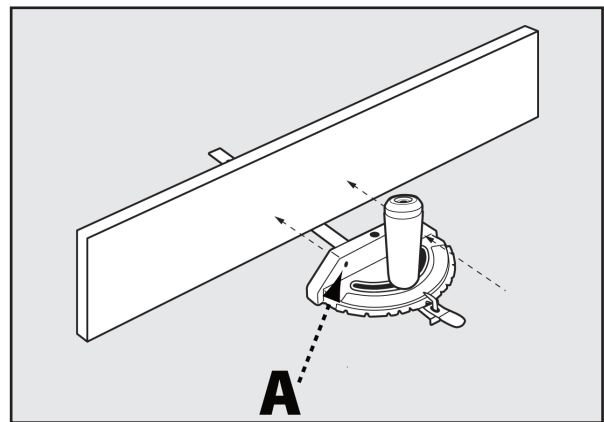

FIGURA 36
Este refrentado de madera auxiliar puede sujetarse a la parte frontal de la galga de inglete usando dos tornillos para madera a través de los orificios (A) proporcionados en el cuerpo de la galga de inglete y hacia el refrentado de madera. Vea la Figura 36. Asegúrese de que los tornillos sean suficientemente largos para asegurar el refrentado, pero que no sobresalgan de la madera.